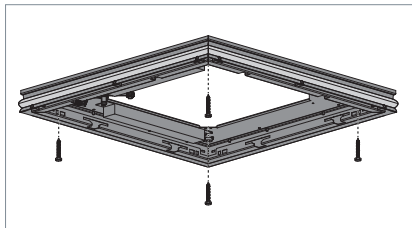

Fig. 4: Visser le cadre du luminaire au plafond.
- Vissez le cadre du luminaire au plafond à l'aide de quatre vis appropriées, voir Fig. 4.